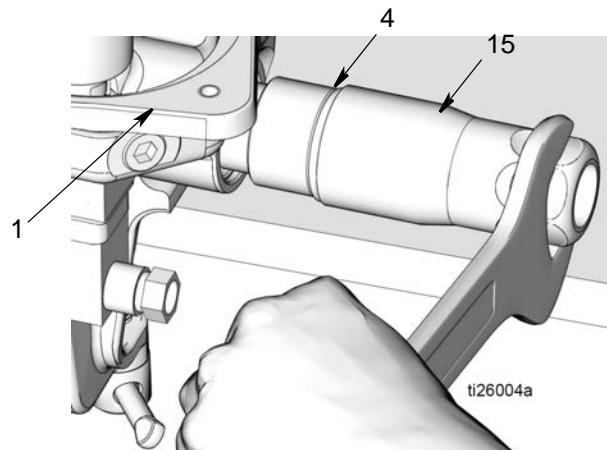

图 21
e. 根据正确处置的所有相关规定，丢弃 O 形圈 (7, 41) 和螺母 (5)
17. 从泵底座 (1) 上拧下出口止回阀 (15) (图 21)。从出口止回阀上拆下 O 形圈 (4)。根据正确处置的所有相关规定，处置 O 形圈。